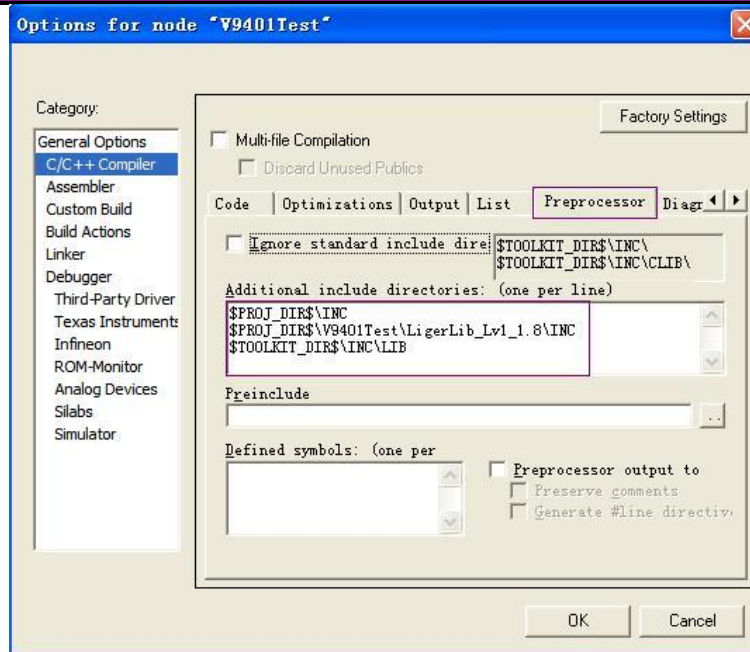

图 5 C/C++ Compiler 选项卡设置
6.3 将万高科技提供的 **Inc** 和 **LigerLib\_Lv1\_1.8** 文件夹拷贝至工程所在目录下，并如图 5 所示进行 **C/C++ Compiler** 选项卡设置；